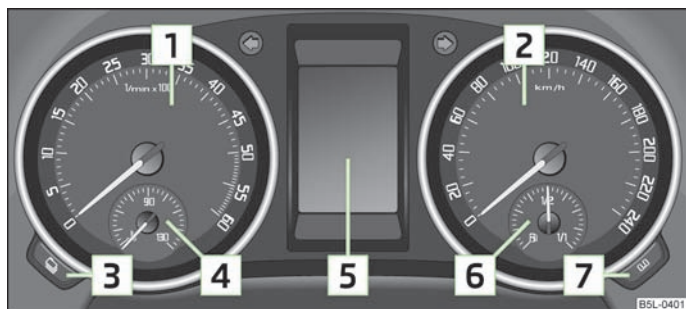

Fig. 2 Cuadro de instrumentos
El sector rojo de la escala del cuentarrevoluciones **1** » fig. 2 marca el sector, en el que la unidad de control del motor comienza a limitar el régimen del motor. La unidad de control del motor limita el régimen del motor a un valor límite seguro.
- El indicador de la temperatura del líquido refrigerante **4** » fig. 2 funciona sólo con el encendido conectado.
El indicador del nivel de combustible **6** » fig. 2 funciona sólo con el encendido conectado.
Pulsar la tecla **7** » fig. 2 durante más de 1 segundo para atrasar el cuentakilómetros diario.
En todo momento se puede visualizar por medio de la tecla  el recorrido restante y los días que quedan todavía hasta la próxima fecha para el servicio » fig. 2.
El indicador de intervalos de mantenimiento también se puede reposicionar mediante la tecla de reposición  » fig. 2.